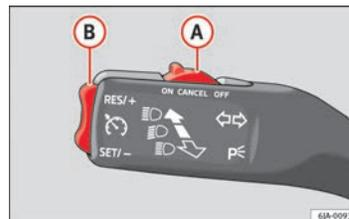

Fig. 110 Leva degli indicatori di direzione e degli abbaglianti; tasti del regolatore della velocità
- Portare l'interruttore  ⇒ fig. 110 nella posizione ON.
- Premere l'interruttore a bilanciere **(B)** ⇒ fig. 110 ⇒ pagina 155 in posizione **RES**.
- La velocità programmata può essere **ridotta**, premendo il tasto **(B)** ⇒ fig. 110 ⇒ pagina 155 in posizione **SET**.
Il regolatore di velocità **viene disattivato temporaneamente**, premendo il tasto **(A)** ⇒ fig. 110 ⇒ pagina 155 in posizione **CANCEL** oppure premendo il pedale del freno o della frizione.
- Portare l'interruttore **(A)** ⇒ fig. 110 ⇒ pagina 155 in posizione **OFF**.